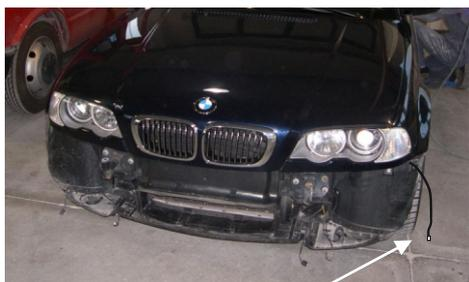

Fig. 2
b) Pasar el cable RF de modo que el fast-on se muestra el exterior del compartimiento del motor (Fig. 2)